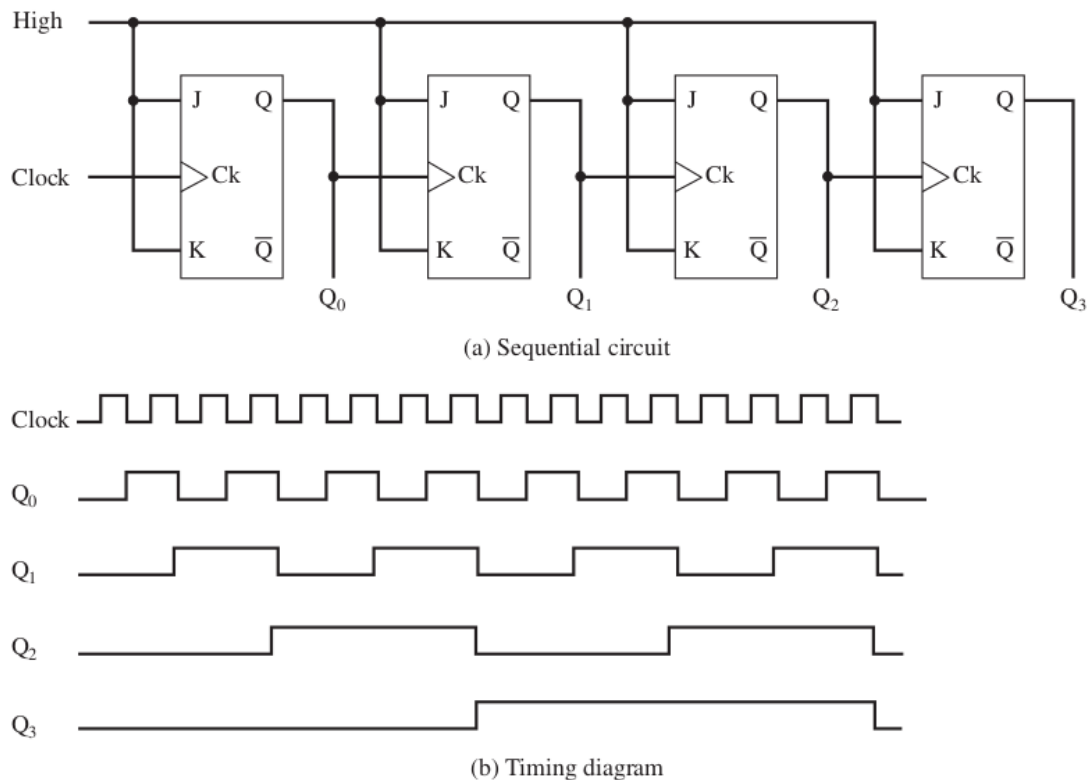

Figure 20.30 Ripple Counter
- Về bộ đếm kiểu gợn sóng 8 bit (8-bit ripple counter) như trên, có thể tham khảo cuốn sách: “Computer Organization and Architecture: Designing for Performance, Eight Edition”, William Stallings, 2010; Hình trên chính là Figure 20.30.
- Cần bổ sung các đơn vị chức năng cần thiết khác nữa vào mạch điện: (1) 1 phần tử “Clock”; (2) 1 phần tử pin (input) để có thể reset bộ đếm khi chúng ta muốn; (3) 1 phần tử Hex Digit Display để hiển thị số đưa ra dưới dạng Hexa từ 0..F; (4) 1 phần tử splitter có tham số “Fan Out” = 4 và Bit Width In cũng bằng 4 để nối phần tử Hex Digit Display với 4 bit đầu ra của bộ đếm.